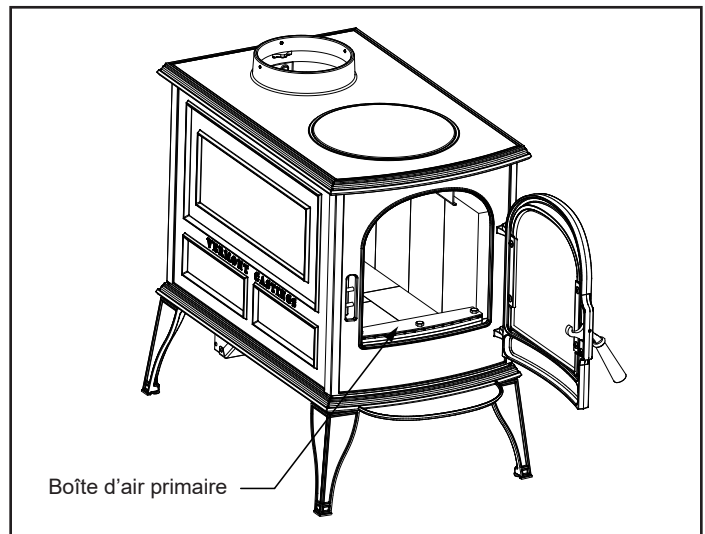

Figure 2.2
1. Utilisez un outil de cheminée pour briser le charbon de bois. Tirez le charbon de l'arrière vers l'avant. Cela facilitera la combustion vu que le combustible brûle de l'avant vers l'arrière. Veillez toutefois à ne pas obstruer la boîte à air primaire avec de braises ou des cendres (figure 2.2).
Retirez les cendres avant qu'elles n'atteignent le sommet de la boîte à air primaire (figure 2.2). Vérifiez le niveau au moins une fois par jour et avant chaque recharge en bois.